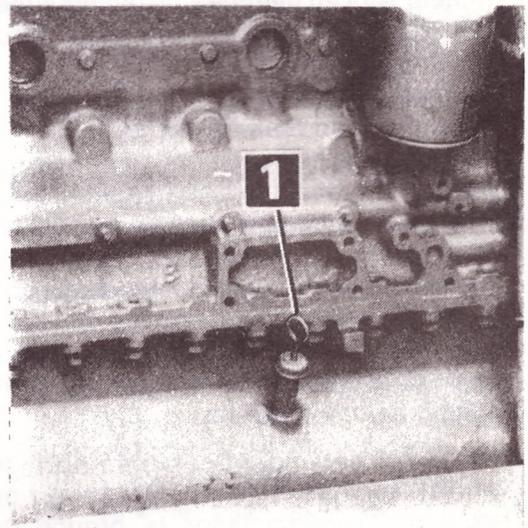

FIG. 4
- le niveau d'huile du carter moteur atteint le repère «maxi» de la jauge (1, fig.4) ;